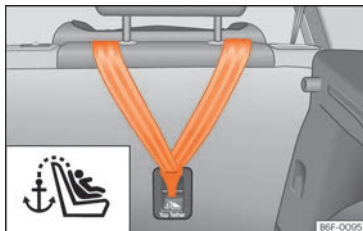

Fig. 37 Parte posterior de los asientos traseros: argollas de sujeción para el cinturón Top Tether.
Las sillas infantiles con sistema Top Tether incorporan una correa adicional para su sujeción a un punto de anclaje en el vehículo. Este punto de anclaje se encuentra en la parte posterior del respaldo del asiento trasero (identificado con el símbolo ) y proporciona una mayor retención »» fig. 37.
- Deslice la correa y fíjela correctamente con el anclaje de la parte posterior del respaldo »» fig. 37.